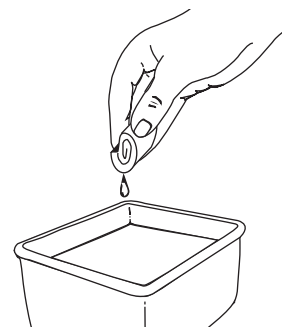

Fig. 27
3. Lavez le filtre dans un mélange d'eau et de détergent (Fig. 27). Rincez le filtre abondamment et laissez-le sécher.